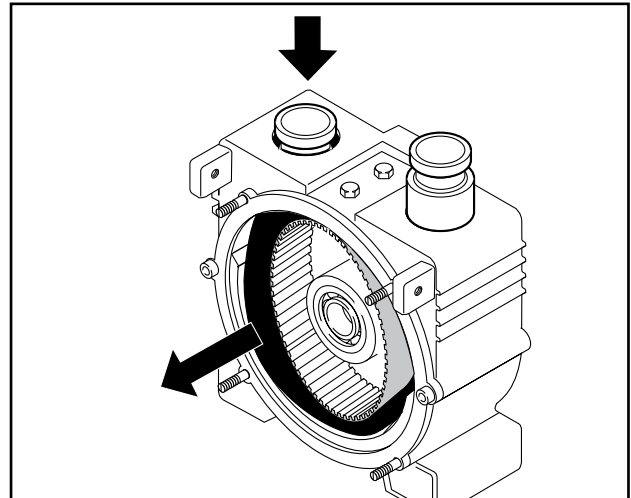
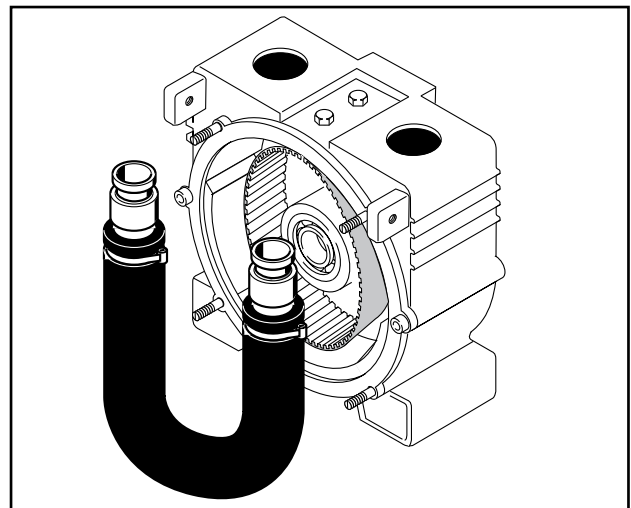

Fig. 18 Demontering af fødeslange
Fig. 19 Demontering af fødeslange
8. Træk fødeslangen tilbage ind i huset på tryksiden og træk den derefter tilbage på sugesiden og tag den ud (fig. 18 og fig. 19).